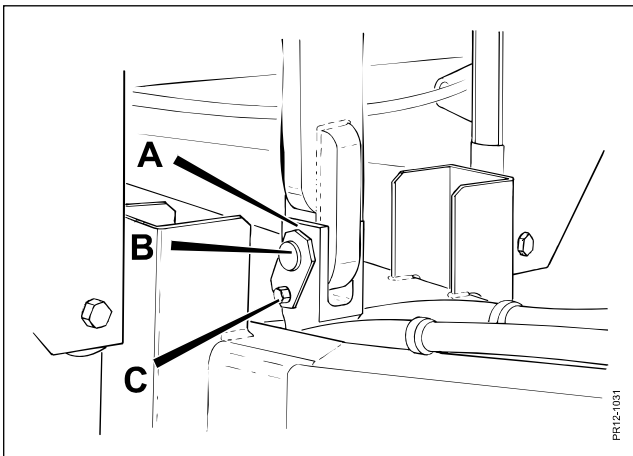

Fig. 4.13
- Fig. 4.13** Monter den nye gaffel A. Sæt tappen B gennem afstandsstang og gaffel og fastgør med skruen C.